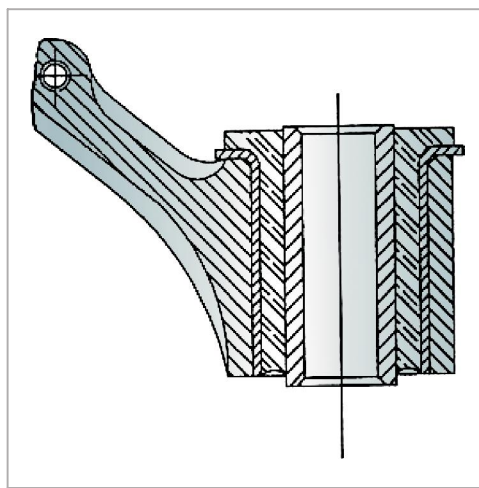

图5-15 下臂叉骨部件
6. 把外拉杆上面的开口销和槽口螺母拆掉。用球头分离工具在球头上施加压力，同时敲击横拉杆头旁边的转向节，这样就可以把球头松开。把横拉杆挪开，以便拆卸螺旋弹簧。（如图5-15所示）